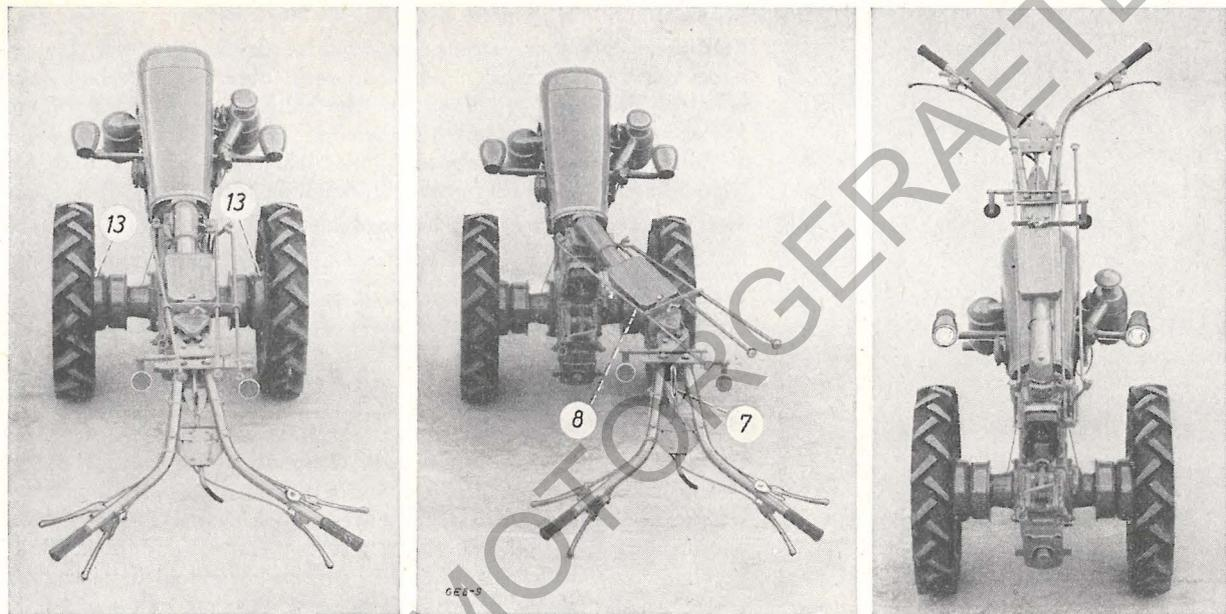

Bild 2: Verstellmöglichkeiten des Lenkholms am Schlepper E 8
Nach Ziehen der **Zugstange** (8) kann der Hauptholm um 180° im Uhrzeigersinn geschwenkt und festgelegt werden. Die Schaltstangen werden nach hinten gelegt. Dabei ist zu beachten, daß beide Schalthebel (10) und (11) auf gleicher Höhe stehen. Das Splintloch der Schaltstangen muß nach innen zeigen (Bild 2). Schaltstangenlager wieder in die Befestigungsplatte einhängen. Flügelmutter fest anziehen. Beim Schwenken des Holms rastet die Schnellgang-Sperre automatisch ein. Der Schnellgang kann jetzt nicht mehr geschaltet werden. **Diese sinnreiche Einrichtung dient Ihrer Sicherheit.**
Auf Wunsch liefern wir eine vorschriftsmäßige Beleuchtungs- und Signalanlage für den Schlepper. Besonders möchten wir darauf hinweisen, daß beim E 8 die Möglichkeit besteht, den abnehmbaren Scheinwerferhalter um 180° zu drehen (s. Bild 2 Seite 5). Damit ist die vorschriftsmäßige Fahrbahnbeleuchtung für gezogene und geschobene Anbaugeräte gewährleistet (StVZO § 50 Abs. 3 Anmerk. 18). Beide Befestigungsschrauben für den Scheinwerferhalter fest anziehen. Die beiden Steckerteile müssen so zusammengesteckt werden, daß deren Kabelbefestigungsschrauben auf der gleichen Seite liegen. Beachte rote Farbflächen!